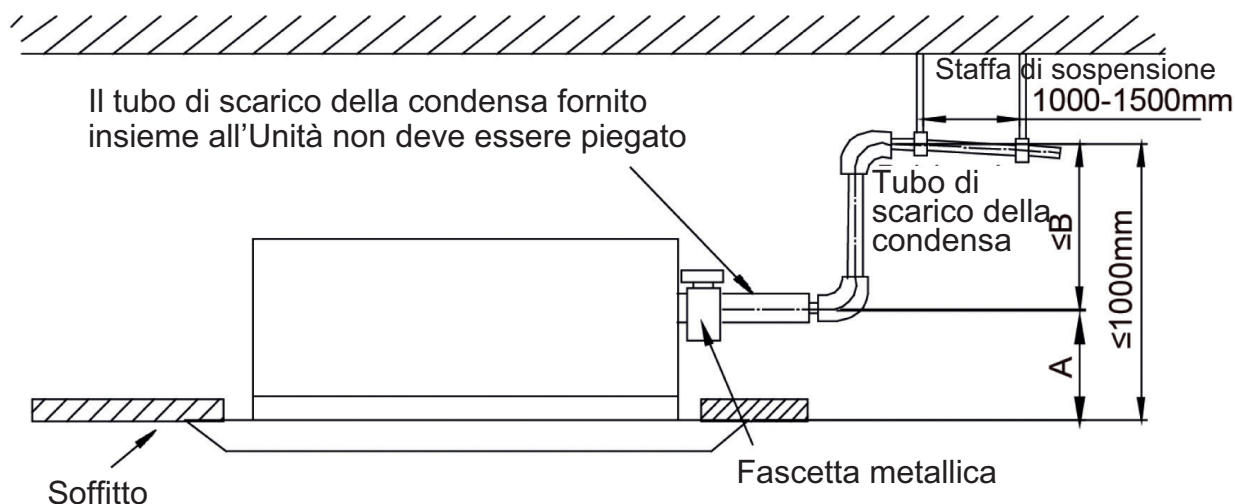

Fig. 4.3.3
① Tubi di scarico assemblati da giunti a "T"
- (8) L'altezza di installazione dell'innalzamento del tubo di scarico della condensa deve essere inferiore a B. Il dislivello dal tubo di innalzamento verso la direzione di scarico deve essere di almeno 1% ~ 2%. Se il tubo di innalzamento è verticale all'Unità, l'altezza deve essere inferiore a C, come mostrato in Fig. 4.3.3.